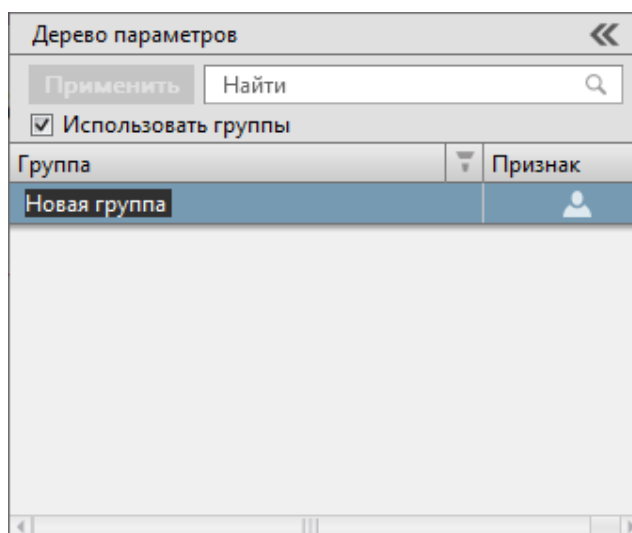

Рисунок 23 - Переименовать группу
3. Переименуйте название группы и нажмите *Enter* (Рисунок 23).